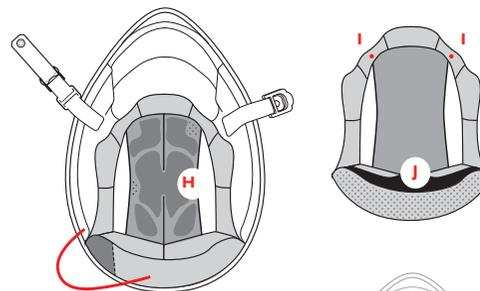

FIGURA 7
**Imbottitura centrale interna: CALOTTINA — H — Figura 7/8**
**Rimozione — Figura 7**